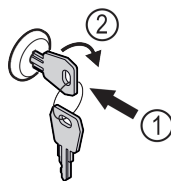

Fig. 206
- ▶ Trykk inn nøkkelen. Fig. 206 (1)
- ▶ Vri nøkkelen 90° med klokka. Fig. 206 (2)